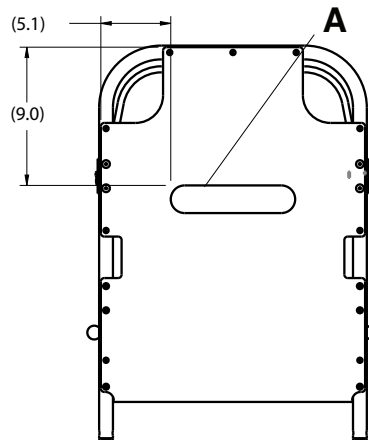

Figure 1 – Mettre le Velcro® en place sur le relève-buste.
6. Retirer le dos adhésif du **Velcro®** pour relève-buste (A) et appliquer le **Velcro®** sur la surface du relève-buste (Figure 1).